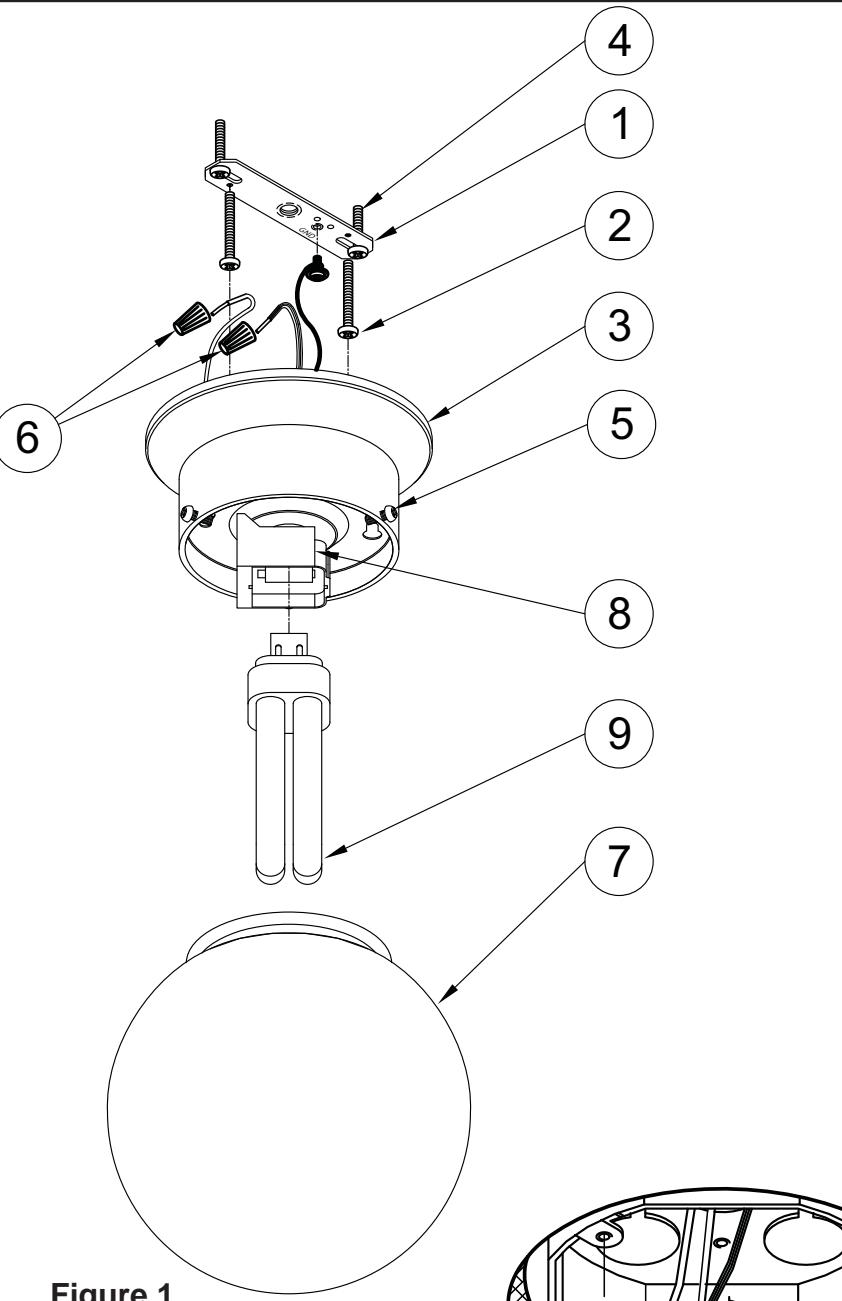

Figure 1
- Après avoir coupé le courant, installer la traverse à la boîte de jonction en insérant les (2) vis de 1 po dans les rainures de la traverse. (La tête de la vis verte doit être vers le bas). Voir la figure 1.
- Utiliser les serre-fils pour connecter le fil noir de l'appareil au fil noir d'alimentation et le fil blanc (neutre) de l'appareil au fil blanc d'alimentation. Voir la figure 1.
- Placer le boîtier de l'appareil sur la boîte de jonction, aligner les fentes en trou de serrure du boîtier du luminaire sur les vis dépassant de la traverse installée sur la boîte de jonction. Pivoter le boîtier pour situer les vis dans les fentes, puis serrer les vis pour fixer le boîtier au plafond. Voir la figure 1.
- With the power turned off, install Crossbar (1) to junction box with four 1" Screws passing through the slots in Crossbar. (Head of green screw should face downward). See Fig 1.
- Use Wirenuts (6) to connect the black fixture wire to the black power supply wire and the white (neutral) fixture wire to the white power supply wire. See Fig 1.
- Hold Fixture Housing (3) in one hand and with the other hand position wires up into junction box.
- Position FixtureHousing over junction box, aligning keyholes in Fixture Housing with Screws extending from the Crossbar previously mounted to the junction box. Rotate the housing to locate the Screws in the slots and tighten Screws to secure the housing against ceiling. See Fig 1.
- Install Lamp by aligning pins at base of Lamp with holes in Lampholder (8) and gently push until secure.
- To install Diffuser (7), loosen Thumb Screws (5) on perimeter of housing. Lift Diffuser in position and secure by tightening Thumb Screws. See Fig 1.
- Con la corriente eléctrica desconectada, instale la barra transversal a la caja de ensambladura con (2) tornillos de 1" insertándolos a través de las ranuras de la barra transversal. (Cabeza del tornillo verde debe mirar hacia abajo.) Vea Fig. 1.
- Use Capuchones de Alambres para conectar el alambre negro de la luminaria al alambre negro suplidor de electricidad y el alambre blanco (neutral) de la luminaria al alambre blanco suplidor de electricidad. Vea Fig. 1.
- Coloque caja de la luminaria sobre la caja de ensambladura alineando los agujeros de la caja de la luminaria con los tornillos que extienden de la barra transversal previamente montados a la caja de ensambladura. Gire la caja de la luminaria hasta localizar los tornillos en las ranuras y apriete los tornillos para asegurar la caja de la luminaria contra el techo. Vea Fig. 1.
9. Para instalar el Difusor, afloje los (3) tornillos manuales en el perímetro de la caja de la luminaria. Levante el difusor en posición y asegure apretando los tornillos manuales. Vea Fig. 1.